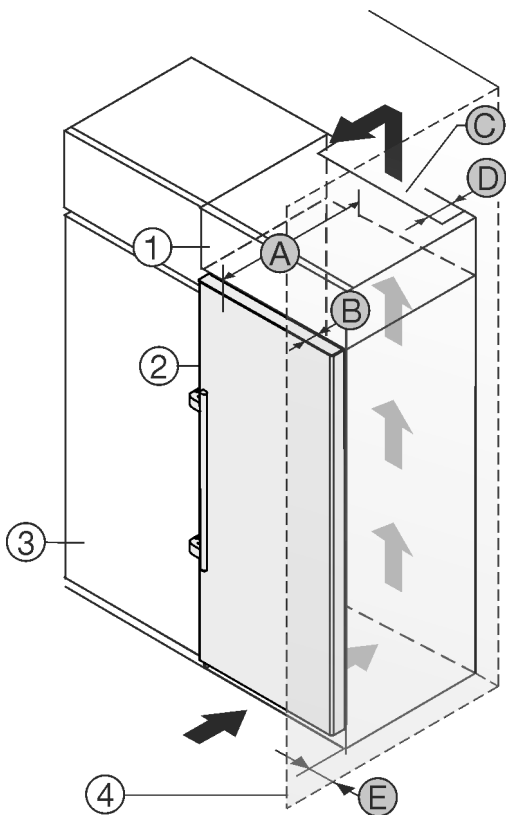

Fig. 2
Zariadenie môžete inštalovať priamo vedľa kuchynskej skrine Fig. 2 (3).*
Na zadnej strane nadstavnej skrine musí byť vetracia šachta s hĺbkou Fig. 2 (D) cez celú šírku nadstavnej skrine.*
Pod stropom miestnosti sa musí dodržať prierez vetracieho otvoru Fig. 2 (C).*
Ak zariadenie nainštalujete so závesmi vedľa steny Fig. 2 (4), tak vzďialenosť medzi zariadením a stenou musí byť minimálne 57 mm. To zodpovedá presahu držadla pri otvorených dverách.*
Aby ste mohli dvere úplne otvoriť, zariadenie musí vyčnievať o hĺbku dverí Fig. 2 (B) prednej časti kuchynskej skrine. V závislosti od hĺbky kuchynských skriň Fig. 2 (3) a použitia dištančných držiakov na stenu môže zariadenie prečnievať ešte viac.*